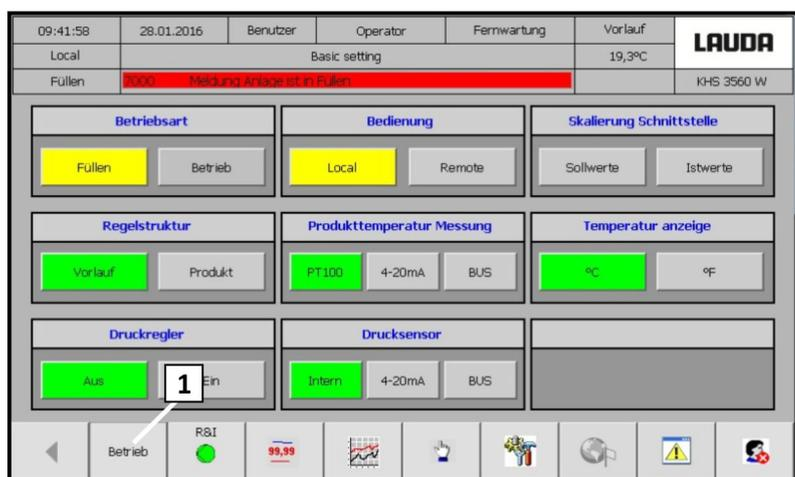

Fig. 71: Pantalla Configuración básica
10. Configurar la configuración inicial definida. Véase (Fig. 71)
11. Activar Funcionamiento en la pantalla (Fig. 71 [1])